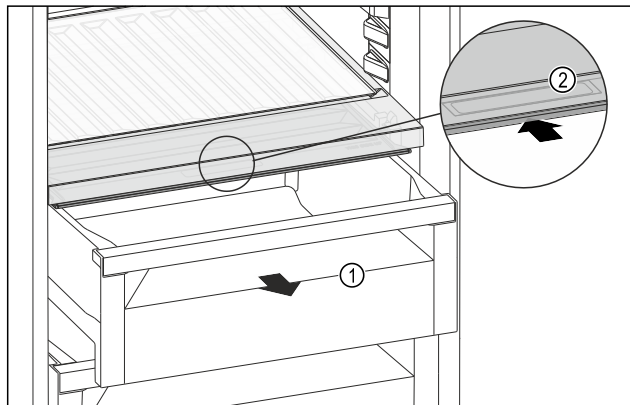

Fig. 220
- ▶ Извлеките выдвижной ящик Fig. 220 (1).
- ▶ Возьмитесь за утопленную ручку Fig. 220 (2) на крышке отделения и одновременно введите крышку отделения назад.